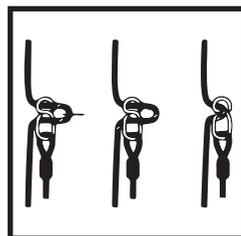

Abb. 2.
14. Anleitung zur Höhenverstellung der Schaukel: Bitte achten Sie darauf, die Schlaufen in horizontaler Stellung zu lösen um das Seil in der Höhe anzupassen. Siehe Abb. 2.